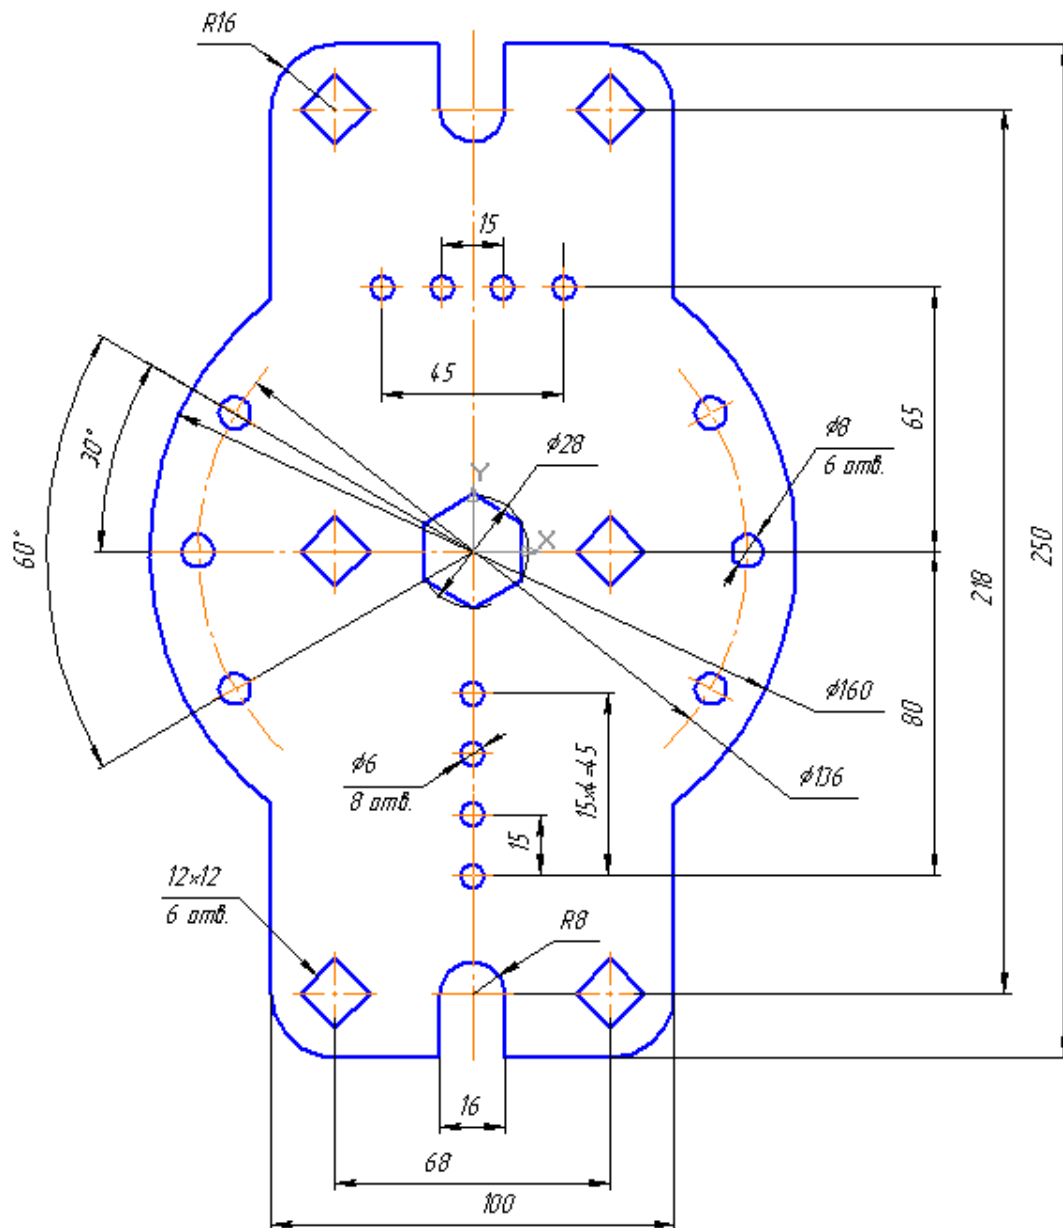

Рис. 15
Задание (рис. 15).
3. Проставьте размеры, рис. 15.
1. Выполните пространственную модель пластины, рис. 15 (практическая работа № 11). Толщина пластины 20 мм. Материал - Сталь 08 ГОСТ 1050-88. В свойствах детали: обозначение – КГ ПР12.01
Выполните пространственную модель детали и укажите свойства детали (практическая работа № 11, рис. 15). Алгоритм построения изложен в практической работе № 8, часть 1.